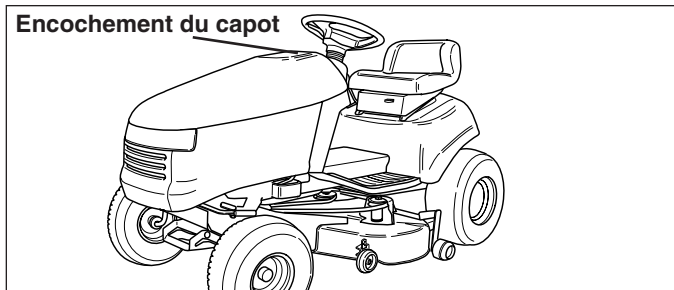

Figure 8. Réservoir à essence situé sous le capot
1. Mettre le levier de réglage de hauteur de coupe (A, figure 8) sur la position désirée.
1. Pour relever le capot, le saisir par l'encochement (Figure 8) du dessus, puis le faire pivoter vers le haut et l'avant.